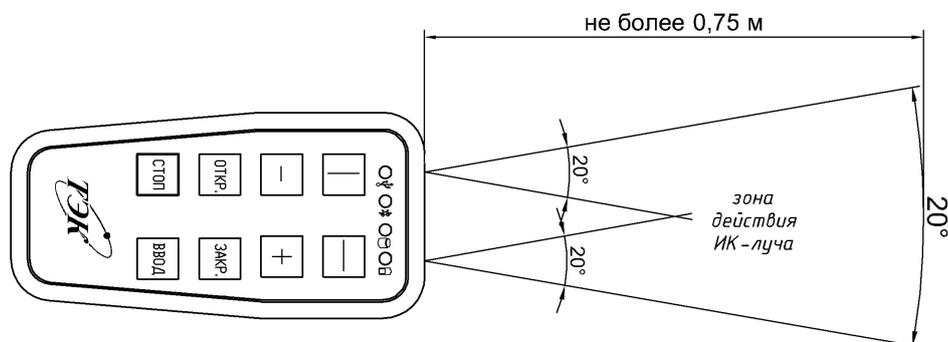

Рисунок 5 - Зона действия ИК-луча
- на расстоянии не более 0,75 м в зоне действия ИК-луча (см. рисунок 5) направить излучатель ИК-передатчика ПДУ-ВМ в сторону окна приемника ПМУ БУ;